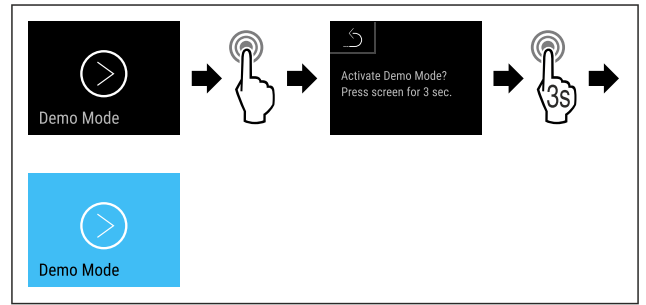

Fig. 159
- ▶ Seguir los pasos de procedimiento (consulte Fig. 159).